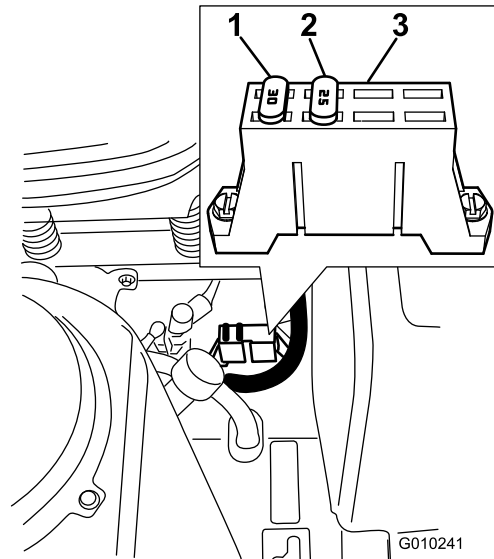

**Figure 43**
2. Quand la batterie est chargée au maximum, débranchez le chargeur de la prise, puis débranchez les fils du chargeur des bornes de la batterie (Figure 43).